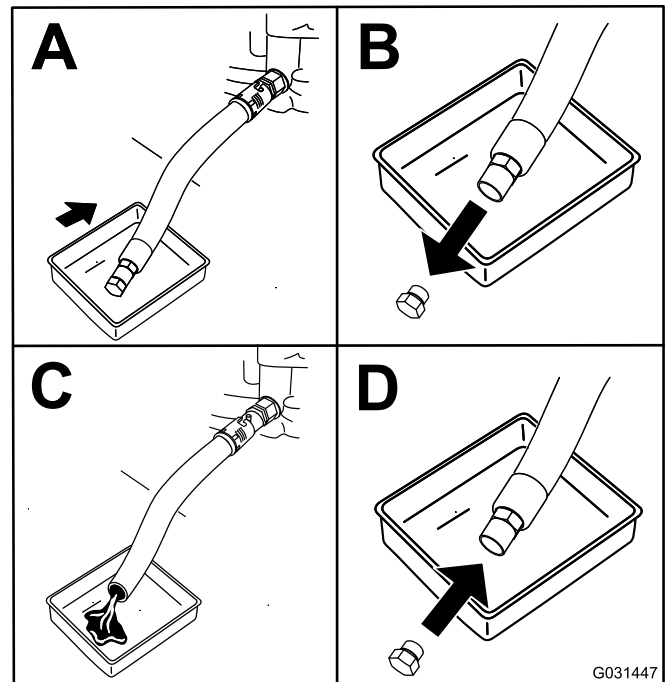

Figura 39
4. Cambie el aceite del motor, según se muestra en Figura 39.